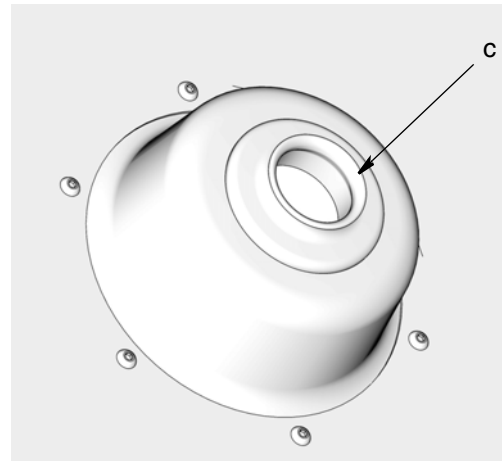

FIG. 7
- Vérifier si l'œillet en caoutchouc (c) est bien en place au centre de la plaque d'appui (FIG. 7).